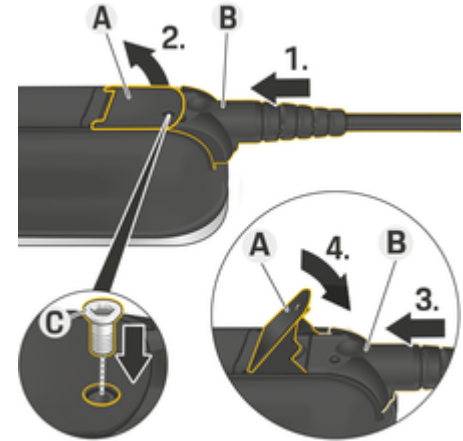

Bild 16: Fäst kabeln och fixera kontakten
- ✓ Spaken **A** (Bild 16) är stängd.
1. Skjut in kontakten **B** (Bild 16) till det första motståndet i manöverenheten.
2. Fäll upp spaken **A** (Bild 16).
3. Skjut in kontakten **B** (Bild 16) helt.
4. Stäng spaken **A** (Bild 16).
5. Skruva fast kontakten **B** (Bild 16) med skruven **C** (Bild 16) på manöverenheten.